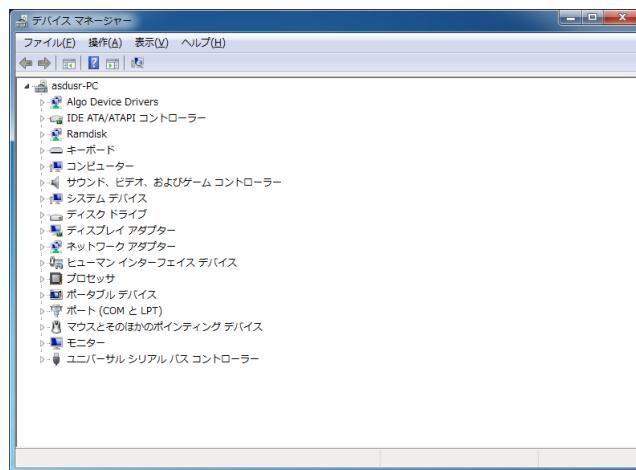

図3-3-5-1. デバイスマネージャー
- ① スタートメニューから【コントロールパネル】を選択します。
- ② 【コントロールパネル】が開きます。【システム】を実行します。
- ③ ダイアログが開きます。【デバイスマネージャー】を選択します。
- ④ 【デバイスマネージャー】が開きます。(図3-3-5-1)